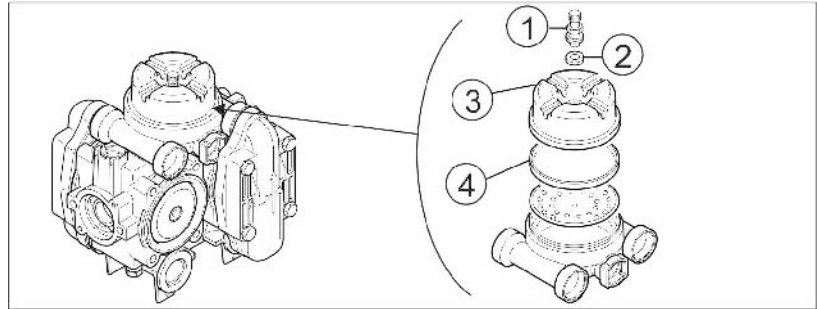

Fig. 200
Skoddets fastgørelse skal kontrolleres fra tid til anden (Fig. 200/7).
- Hertil skal skoddet trykkes så langt ind i dyseholderen (Fig. 200/2) som det er muligt, med et moderat tryk med tommelfingeren.
1. Monter dysefiltret (Fig. 200/1) i dyseholderen nedefra (Fig. 200/2).
2. Dysen (Fig. 200/3) sættes ind i bajonetmøtrikken (Fig. 200/4).
3. Montering af gummipakning (Fig. 200/5) over dysen.
Aflejringer i membransædet (Fig. 200/6) er årsagen, hvis dysen **ikke** drypper, efter at bommen er koblet fra. Membranerne skal så rengøres på følgende måde:
1. Skoddet (Fig. 200/7) trækkes ud af dyseholderen (Fig. 200/2) i retning mod bajonetmøtrikken.
2. Fjederelement (Fig. 200/8) og membran (Fig. 200/9) h tages ud.
3. Membransædet (Fig. 200/6) rengøres.
De skal være opmærksom på, at fjederelementer bliver monteret korrekt. Kanterne i højre og venstre side på huset til fjederelementet (Fig. 200/10) skal pege op mod bomprofilen når den monteres.